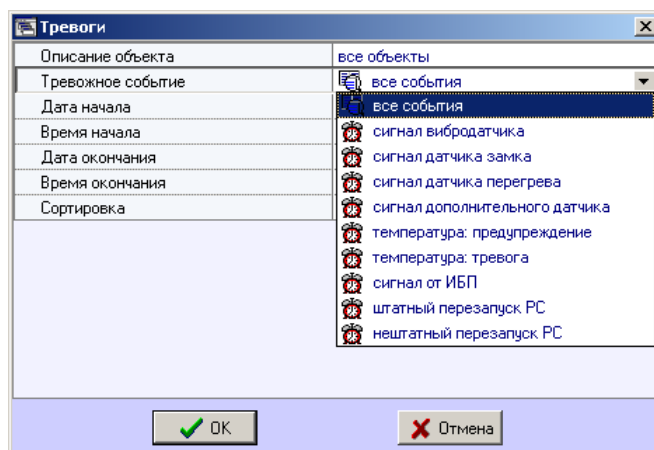

Рис. 7.3—4 Выбор тревожных событий
4. **Сортировка** (Рис. 7.3—5). При построении отчета можно использовать два режима сортировки: